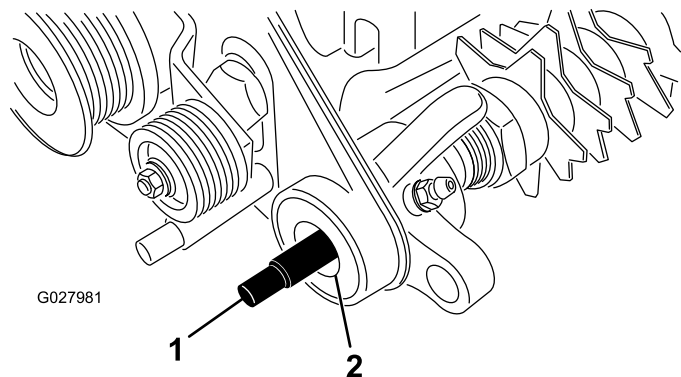

Figura 5
11. Applicate del grasso alle guarnizioni del supporto del cuscinetto nel gruppo di rotazione e all'estremità dell'albero grooming (Figura 5).
12. Fate scorrere l'estremità scanalata dell'albero grooming all'interno del supporto cuscinetto del gruppo di rotazione (Figura 5).